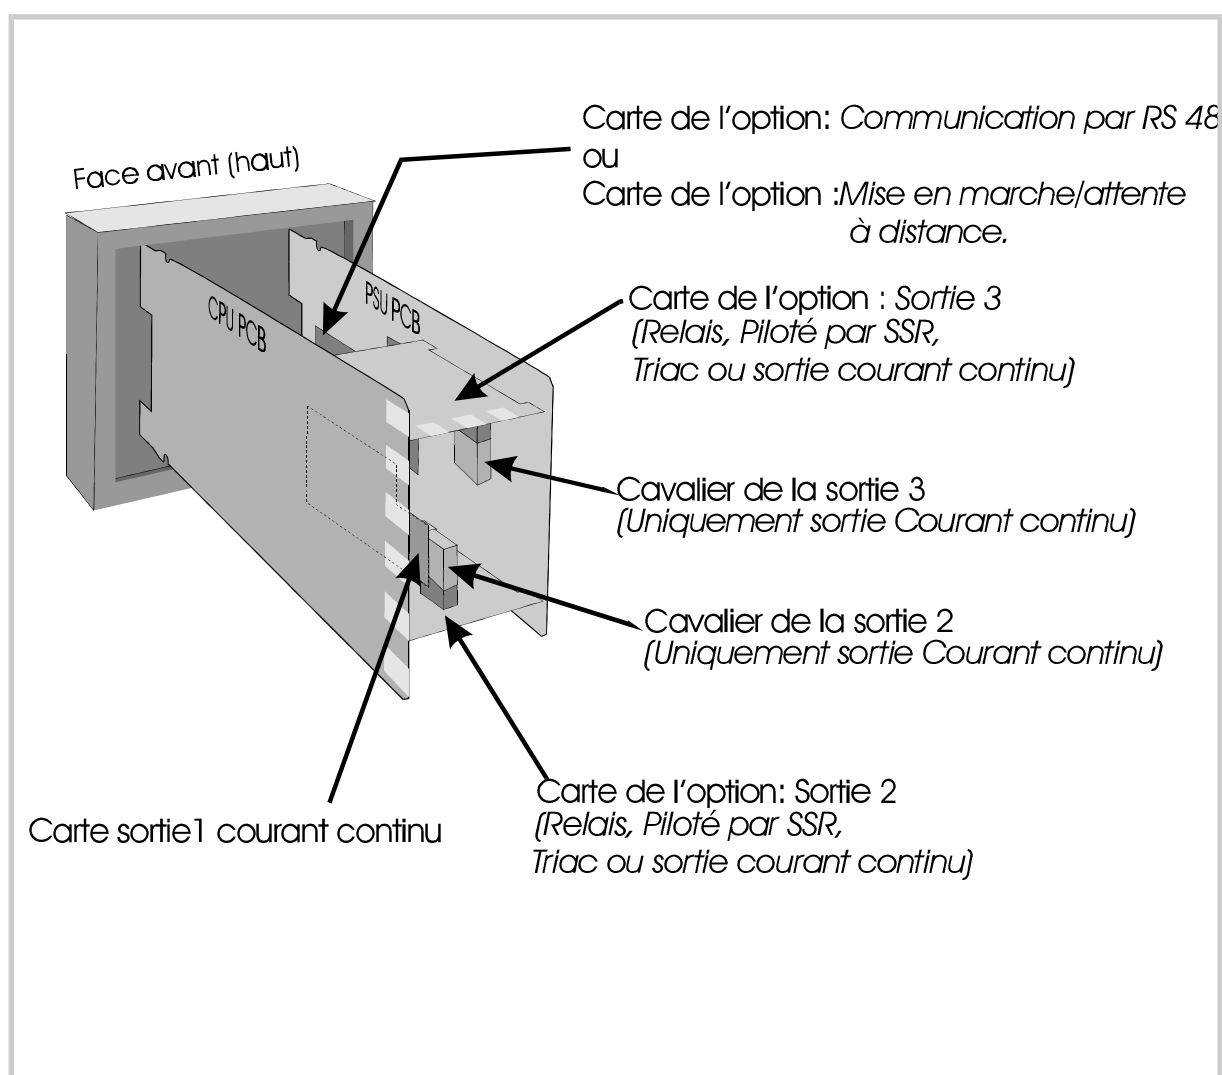
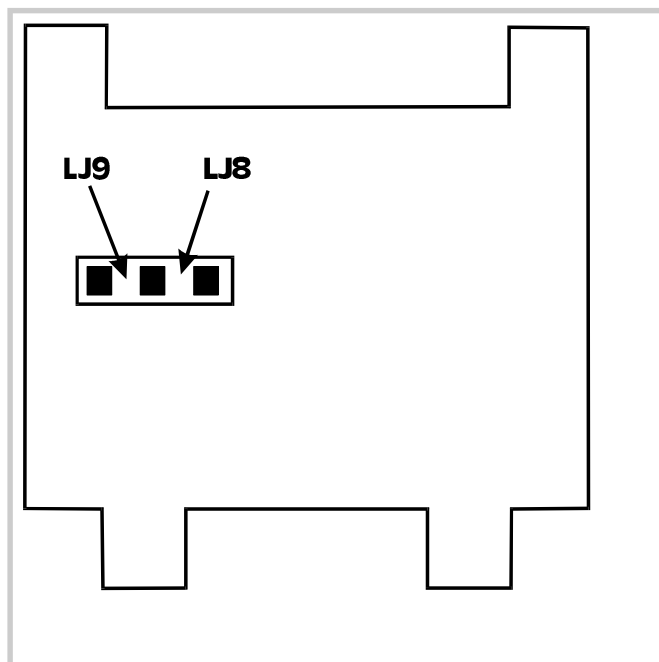

Figure 2-1 Position des cartes
Figure 2-6 Carte option sortie courant continu DC (Sortie 2 & 3)
Pour sortir l'appareil de son boîtier, agrippez simplement les cotés de la face avant (il y a des agripoires sur chaque cotés) et tirez l'appareil. Ceci débrochera l'appareil de son connecteur arrière et donnera l'accès aux cartes de l'appareil. Notez la position de l'appareil afin de le remettre dans le bon sens. La position des cartes de l'appareil sont indiquées en Figure 2-1.
Le type de sortie pour la sortie 2 est 3 est déterminé par le branchement d'une carte option a l'endroit approprié (voir Figure 2-1) et dans le cas de la sortie DC La sélection de la position du cavalier LJ8 et LJ9 consitue un cghoix de gamme de sortie (voir Figure 2-6 et Tableau 2-3). Il y a trois type de cartes options qui peut etre utilisé pour la sortie 2 et la sortie 3.
3. Carte de sortie DC (position des cavalier montré dans la Figure 2-6)